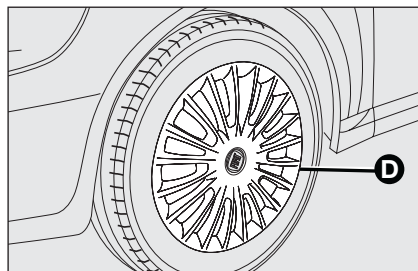

fig. 6
- ☐ para automóviles con llantas de acero, quitar el embellecedor de la rueda **D-fig. 6** puesto a presión;